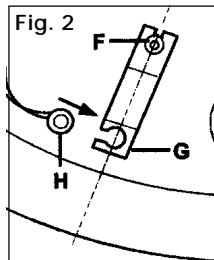

Fig. 2
- Fig. 2
Emergency Opalines - Fig. 2